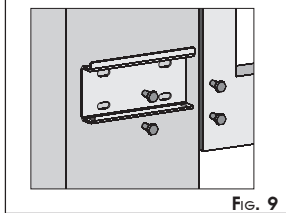

Fig. 9
③ Bevestig de achterste beugel met de vier schroeven M8 op de eerder vastgestelde plaats. Zorg dat tijdens het bevestigen de richting van Fig. 9 in acht wordt genomen, en controleer met een waterpas of hij horizontaal is.